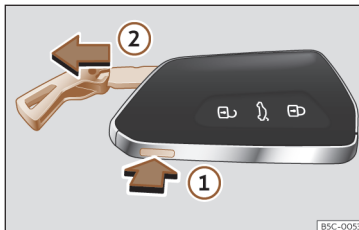

Fig. 82 Chave do veículo: retirar o palhetão.
- Pressione o botão >>> Fig. 82 ① para fazer sair a argola em forma de porta-chaves e poder retirar o palhetão ②. Se pressionar levemente a argola, esta ficará fixa em forma de porta-chaves.
- Pressione o botão >>> Fig. 82 ① para des-bloquear. Mantenha o botão pressionado ① e, simultaneamente, puxe a argola na direção da seta >>> Fig. 82 ② para retirar totalmente o palhetão.